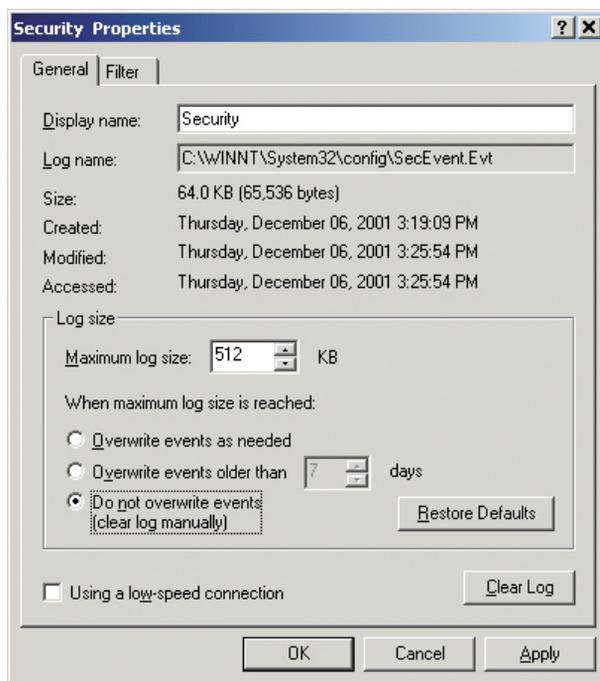

Figura 2 Ajustes del registro de eventos
- 3 Abra **Administración de equipos**, expanda la pantalla de eventos y haga clic con el botón derecho en **Seguridad > Propiedades**. Seleccione **No sobrescribir sucesos (borrado manual)** como se indica en la Figura 2 en la página 23.